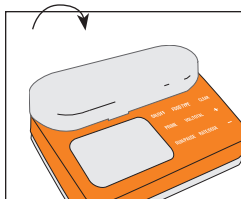

Figure 2-10 Fermeture de la porte de la pompe
**Fermez la porte de la pompe** (Figure 2-10).